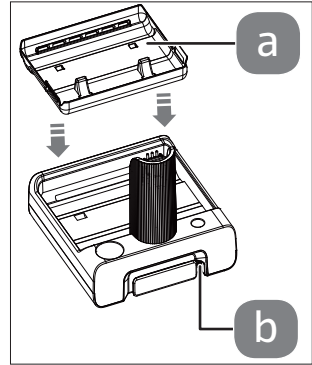

Abb. 4 – Ladestation
- ▶ Stecken Sie den Hohlstecker des mitgelieferten Netzadapters in die Anschlussbuchse (b) auf der Rückseite der Ladestation ((siehe Abb. 4)).